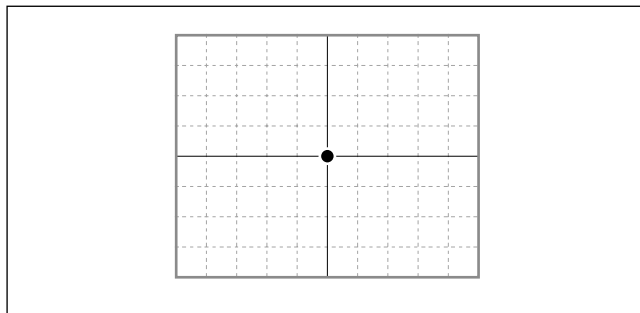

图 4-3
- ③ 将示波器的 TIME/DIV 开关设为 X-Y MODE。
- ④ 将示波器 CH1、CH2 的偏转灵敏度 (VOLTS/DIV) 设为 500 mV/DIV。
- ⑤ 将示波器 CH1 和 CH2 的 INPUT COUPLING 开关设到 DC。
- ⑥ 将示波器的 CH1 和 CH2 的偏移量设置为 1.3 V。(参见图 4-3)